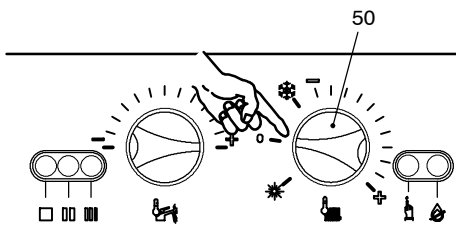

fig. 9.22
- 6 Per uscire dalla funzione SPAZZACAMINO della caldaia posizionare il selettore 50 del pannello comandi come indicato in fig. 9.22